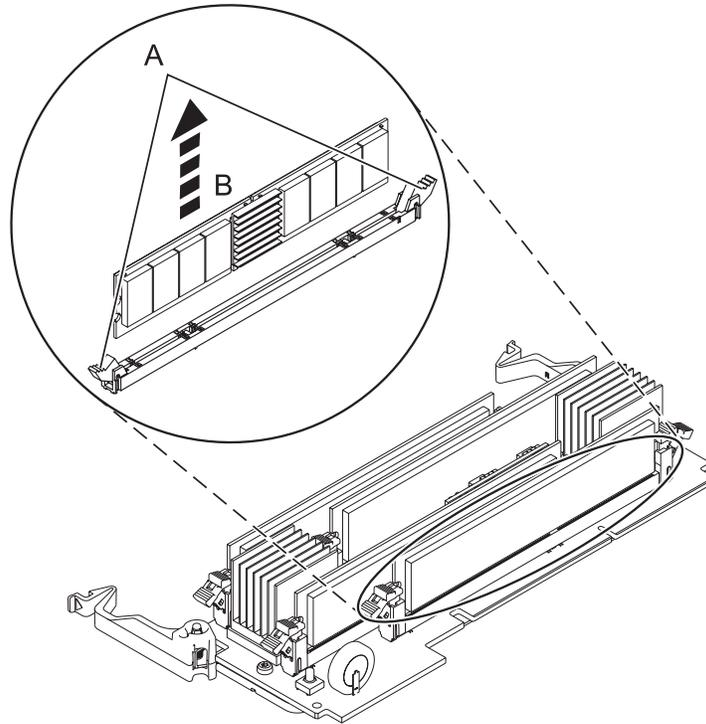

Abbildung 10. Speichermodul ausbauen
11. Bauen Sie das Speichermodul wie folgt aus. Entriegeln Sie das Speichermodul, indem Sie die Verriegelungszungen (**A**) nach außen drücken (siehe Abb. 10 auf Seite 22). Heben Sie das Speichermodul (**B**) aus dem Anschluss. Durch die Hebelwirkung der Zungen wird das Speichermodul aus dem Anschluss gelöst.